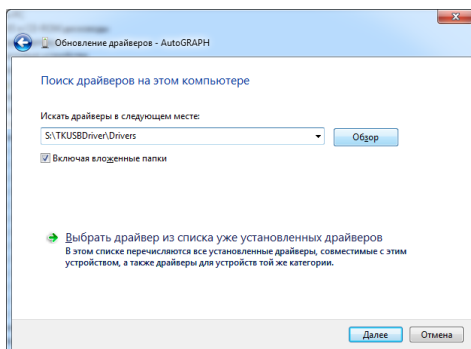

Рис.2.
6. Укажите путь к папке, в которую ранее были распакованы файлы драйвера и нажмите кнопку «Далее» (рис.2).